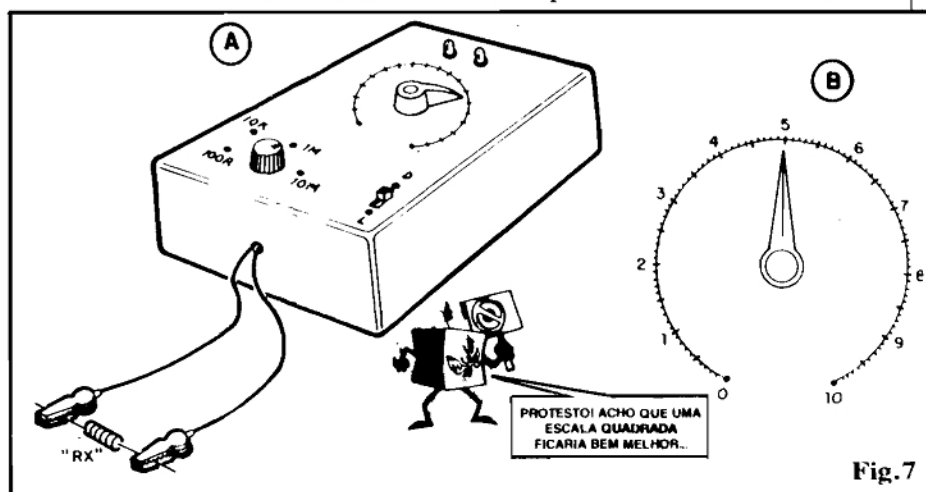

Fig.7
tral, de modo a “sobrar” larga área em torno do dito cujo, na qual será dividido e inscrito o **dial** graduado de leitura... O **knob** da chave rotativa deverá receber, nas suas 4 “paradas”, as marcações correspondentes a “fundo de escala” para cada faixa de medição, respectivamente 100R - 10K - 1M - 10M. Os dois LEDs devem ficar juntinhos, pois assim fica mais fácil ao olho do operador interpretar o equilíbrio luminoso fundamental à medição... Na fig. 7-B vemos um exemplo de como pode ficar o **dial** a ser demarcado em torno do
- **FIG. 7 - ACOMODAÇÃO NA CAIXA, DEMARCAÇÃO DO DIAL DE MEDIÇÃO E DEMAIS CONTROLES/ACESSOS** - A ilustração 7-A dá uma idéia genérica (porém - nos parece - suficientemente prática e lógica...) para o acabamento final do OHMÍMETRO: todos os controles e indicadores podem situar-se no painel principal da caixa (menos os cabinhos que levam à garra “jacaré” de medição, que podem sair de um furo numa das laterais menores...), de preferência com o **knob** indicador do potenciômetro ocupando posição cen-
Antes de descrever a (até óbvia...) calibração, vamos ver "como funciona" a medição em si. Inicialmente, o resistor sob medição deve ser ligado às garras de Teste, conforme ilustra a fig. 7 (posição "RX"), devendo sempre o Leitor/"Aluno" lembrar que, pelas suas características, o OHMÍMETRO **não** pode ser usado para a leitura de resistência de um componente **ligado** a um circuito! Este deverá ter (se estiver num circuito...) pelo menos **um** de seus dois terminais desconectado, de modo que as demais impedâncias e resistências do tal circuito, bem como eventuais níveis de Tensão presentes no circuito não possam interferir com a medição... Em seguida, se o valor ou sua "faixa" for completamente desconhecido, deve-se posicionar a chave de faixas inicialmente na **mais alta** (10M). Liga-se, então, a alimentação do OHMÍMETRO e gira-se, experimentalmente, o potenciômetro de escala, todo "pra cá" e todo "pra lá", com o que deverá ser notada uma alternância (em algum ponto do giro do potenciômetro...) entre os LEDs (um apaga, o outro acende e/ou vice-versa...). De seguida, o **knob** deve ser **lentamente** girado, sempre partindo de um dos "extremos", até que **os dois LEDs** acendam, forte e igualmente... Nesse exato ponto, o valor de RX poderá ser nitidamente lido na escala (sempre considerando a **faixa** que está sendo utilizada...). Por exemplo: se o acendimento duplo e equalizado dos dois LEDs foi obtido com o indicador do **knob** exatamente sobre a sétima "marquinha" **depois** do ponto 4 da escala, e a faixa ajustada na chave rotativa era de 10M, então RX terá